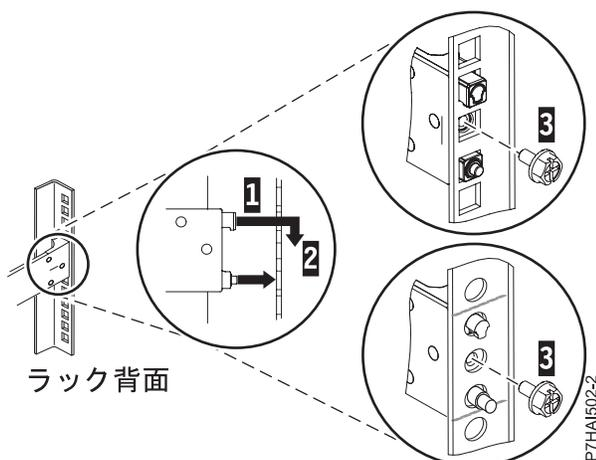

図 2. ラック背面の穴へのピンの位置合わせおよび噛み合わせ
2. レール **(3)** の後部からねじを取り外します。スライド・レールの後部にある 2 つのピンの位置を、事前にマークを付けた、選択済みの EIA 単位の上下 2 つの穴に合わせます。スライド・レールを手前に引いて、2 つのピンをラックの穴に挿入し **(1)**、スライド・レールを下方に下げて **(2)** 上部のピンのフック機構を噛み合わせます。詳しくは、図 2 を参照してください。次のステップに進む前に、2 本のピンがラックの穴から出ていることを確認してください。